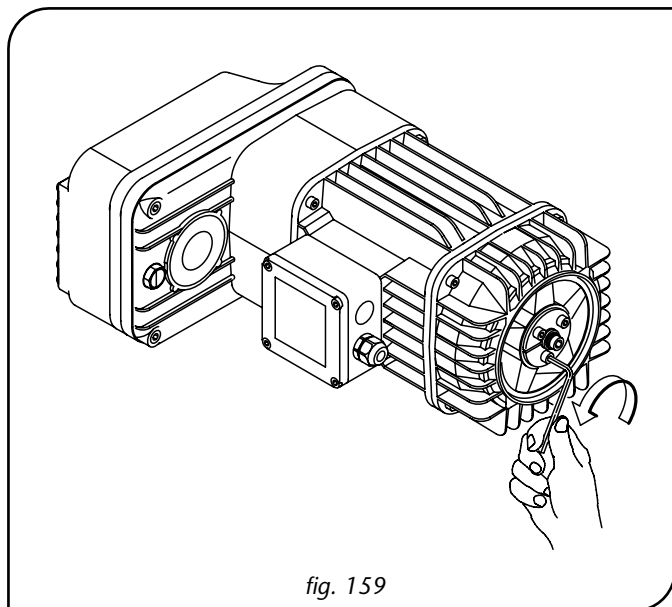

fig. 159
2. Dévisser complètement les trois vis de la douille de blocage du billot frein (fig. 159)